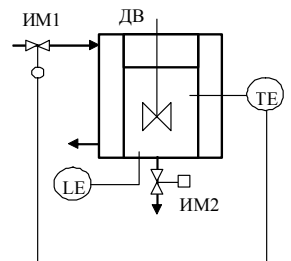

Рис. 4.13
4. Разработать приложение на языке SFC, реализующее следующий алгоритм управления темперирующей машиной (рис. 4.13).